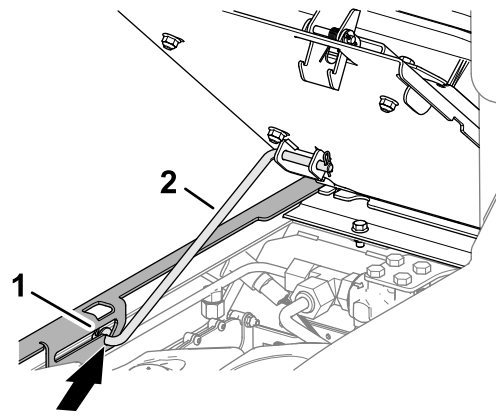

Figura 64
3. Asigurați-vă că tija de susinere față este aezată în elementul de reținere cu fantă al plăcii de ghidare a tijei (Figura 64).